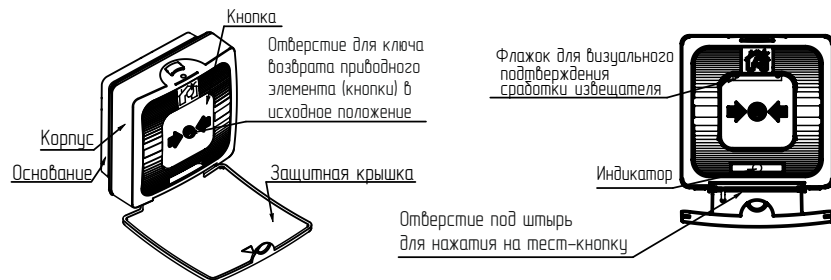

Рисунок 1
2.1 Извещатель передает тревожный сигнал «Пожар» по АЛС в ПКП и КАУ при нажатии на приводной элемент (кнопку) с усилием свыше 25 Н. При этом появляется флажок желтого цвета (рисунок 1), что обеспечивает визуальное подтверждение о сработке извещателя. После снятия усилия кнопка извещателя остается в нажатом состоянии. Для возврата кнопки в исходное положение применяется ключ, входящий в комплект поставки.
7.1 Нажать с помощью штыря В 0,8 мм (например, с помощью разогнутой канцелярской скрепки) на тест-кнопку (рисунок 1). Контролировать: